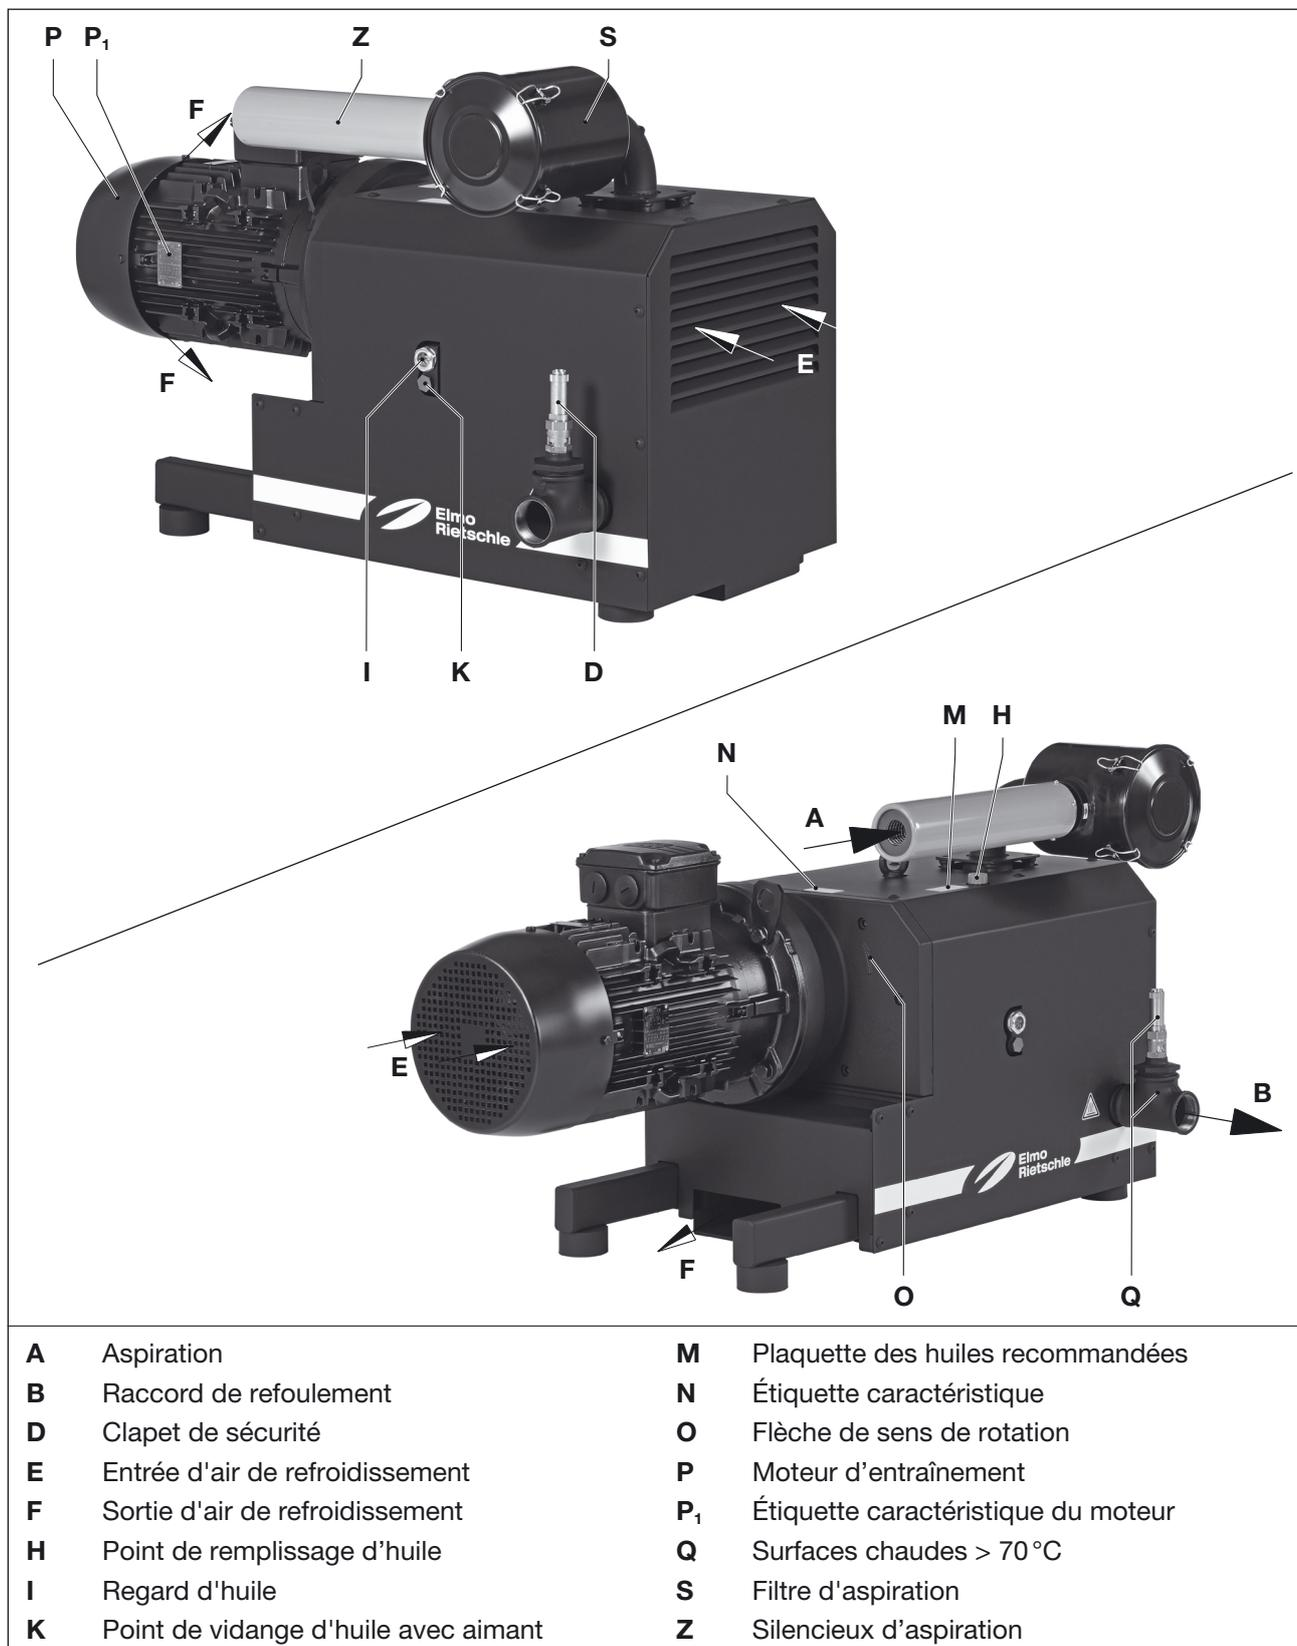

Fig. 2 Compresseur C-DLR 301
- le point de remplissage d'huile (Fig. 2/H), le regard d'huile (Fig. 2/I) et la vidange d'huile (Fig. 2/K) doivent être facilement accessibles.
Le raccord de refoulement se trouve sur le côté de la machine (Fig. 2/B).
- a) Retirez l'obturateur/ruban adhésif de l'aspiration (Fig. 2/A) et du raccord de refoulement (Fig. 2/B).
- b) Raccordez la tuyauterie au raccord de refoulement (Fig. 2/B).
- a) Contrôlez le niveau d'huile de lubrification sur le regard d'huile (Fig. 2/I) et faites l'appoint si nécessaire.
- b) Versez l'huile de lubrification pour pignons et paliers par le point de remplissage de l'huile (Fig. 2/H) jusqu'au centre du regard (Fig. 2/I).
Les données électriques du moteur sont indiquées sur l'étiquette caractéristique (Fig. 2/N) ou sur l'étiquette caractéristique du moteur (Fig. 2/P₁). Les moteurs sont conformes à la norme DIN EN 60034 et ils sont exécutés dans la classe de protection IP 55 et la classe d'isolation F. Le schéma de raccordement correspondant se trouve dans la boîte à bornes du moteur (ceci ne concerne pas les versions avec prise).
- b) Le sens de rotation du moteur doit correspondre à celui de la flèche de sens de rotation (Fig. 2/O) sur la bride moteur. Contrôle du sens de rotation !